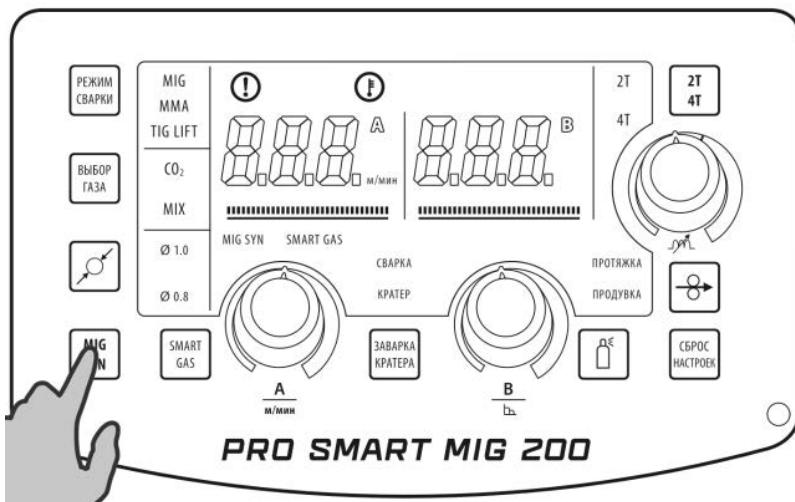

Рис. 8.6.2. Выбор режима MIG SYN.
2. Выберите режим MIG SYN (См. рис. 8.6.2), кнопка включения синергетического режима – см. табл. 7.0.2. поз. 5.